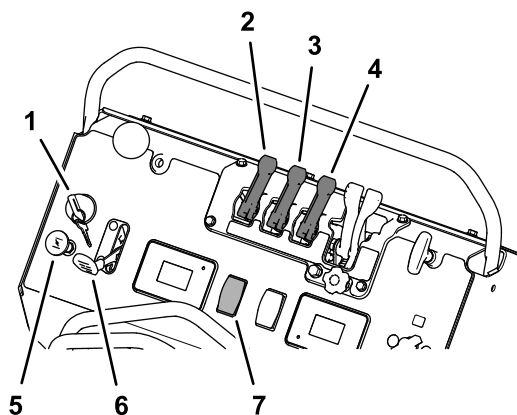

Figure 60
3. Serrez le frein de stationnement, amenez le levier de commande de direction/déplacement à la position POINT MORT et démarrez le moteur (Figure 60); voir Démarrage du moteur \(page 24\).
4. Appuyez sur le haut de la commande de la pompe pour mettre la pompe en MARCHE et réglez la commande d'accélérateur à la position HAUT RÉGIME (Figure 60).
5. Tirez le levier d'agitation de la cuve à la position MARCHE (Figure 60).
1. Tirez les leviers de pulvérisation angle étroit et grand angle à la position MARCHE (Figure 60).
6. Déplacez les leviers de pulvérisation vers l'avant à la position ARRÊT, amenez la commande de la pompe à la position ARRÊT et coupez le moteur (Figure 60).